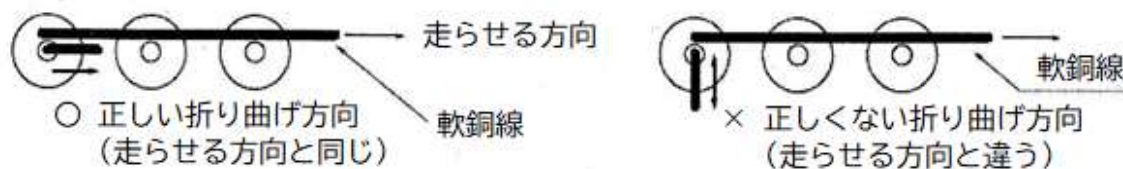

図5 リード線の折り曲げ方向
- ② 抵抗およびコンデンサのリード線、ジャンパー線の折り曲げ方向は、図5のようにスズメッキ線を走らせる方向とする。